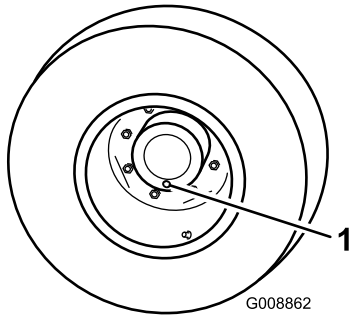

Figure 69
- Placez la machine sur une surface plane et horizontale et tournez une roue de sorte que l'un des bouchons de contrôle se trouve à la position la plus basse (6 heures) (Figure 69).